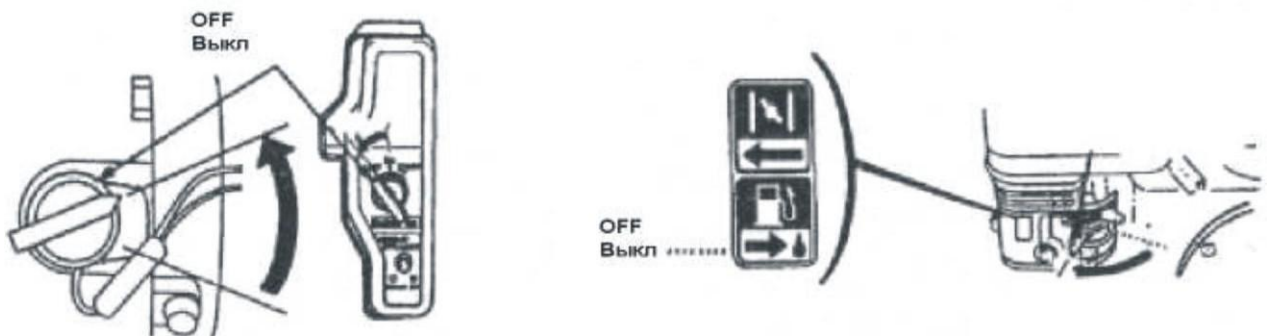

Рис.20
2. Поверните переключатель двигателя в положение «OFF» («Выкл.»).(Рис.20).
3. Поверните топливный кран в положение «OFF» («Закрыто»). (Рис.20).